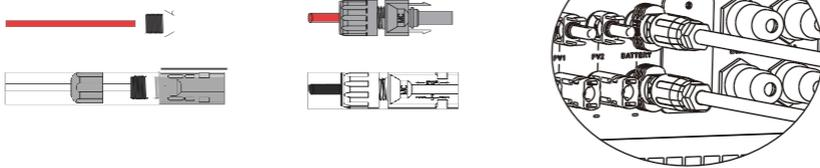

Abbildung 4.1-3 Der PV-Stecker ist mit dem Wechselrichter verbunden
Schritt 3. Schrauben Sie die Kappe auf und stecken Sie sie auf die Seite des Wechselrichters, wobei ein Klickgeräusch zu hören ist, wenn die Stecker richtig in die PV-Stecker eingesteckt sind (siehe Abbildung 4.1-3).